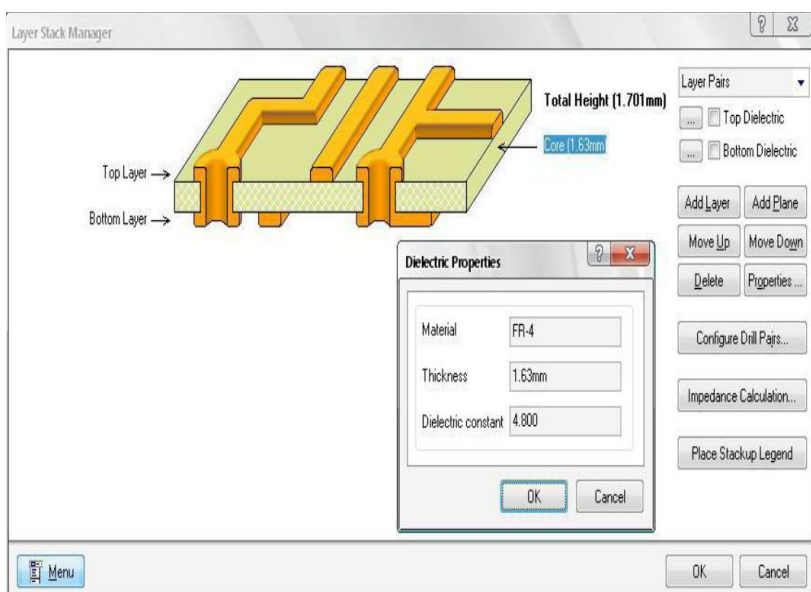

Рис. 3 Окно *Layer Stack Manager*
- манипулятора «мышь», откроется диалоговое окно *Dielectric Properties* (рис. 3).